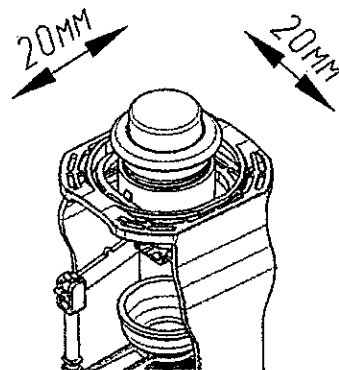

Рис.3 Кнопочный узел
- 2.2 Регулируемое положение кнопки по окружности (рис. 3) в пределах 10 мм от оси.